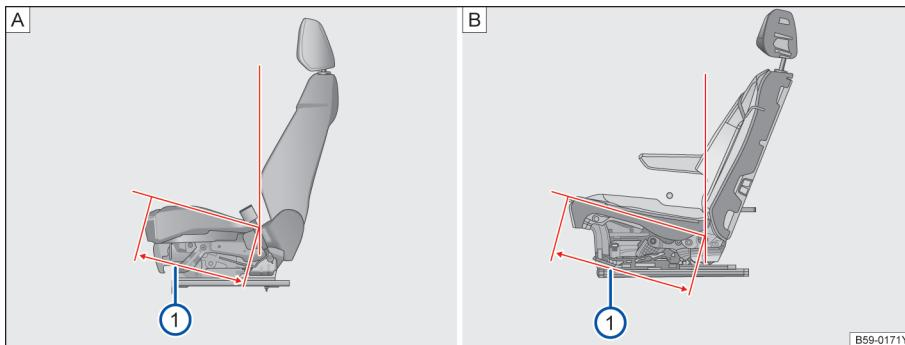

图 98 前排及第二排座椅坐垫深
=452.6mm→图 98[A]①
=514mm→图 98[B]①